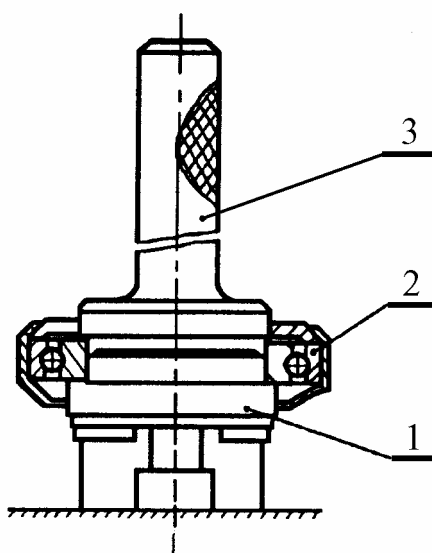

Рис.10. Запрессовка подшипника выключения сцепления:
– напрессовать на муфту новый подшипник выключения сцепления, как показано на рис.10 (оправка 67.7853-9530, молоток);